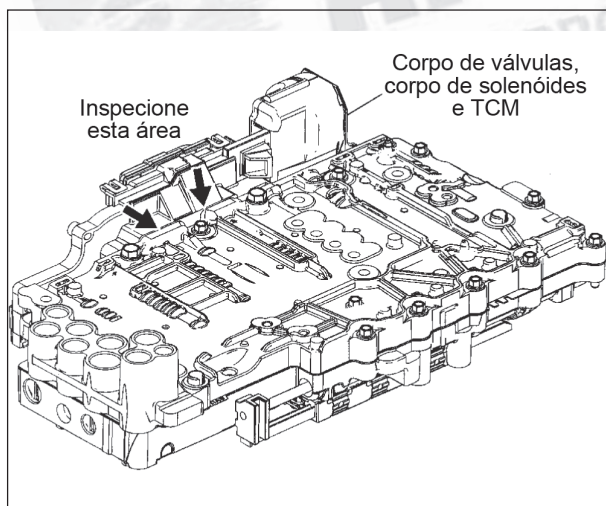

Figura 150
32. Inspeção a área de contato do dissipador de calor do corpo de solenóides e TCM e o corpo de válvulas, conforme mostra a figura 150.